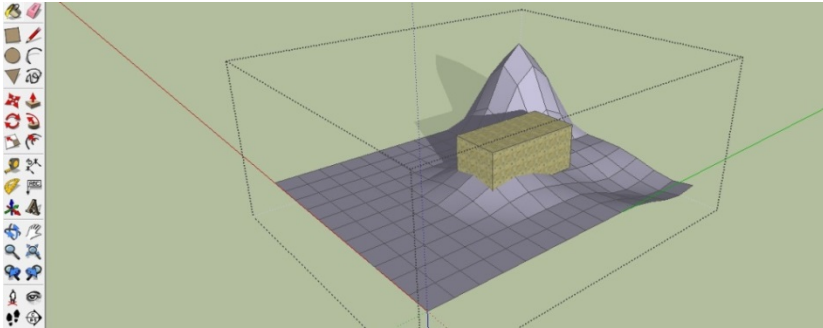

Рисунок 10.4
2. Клацаємо курсором на сітці - на ній з'явиться горизонтальна поверхня - копія (проекція) основи об'єкта. І залишається тільки опустити об'єкт на підготовлену основу (рис. 10.4).